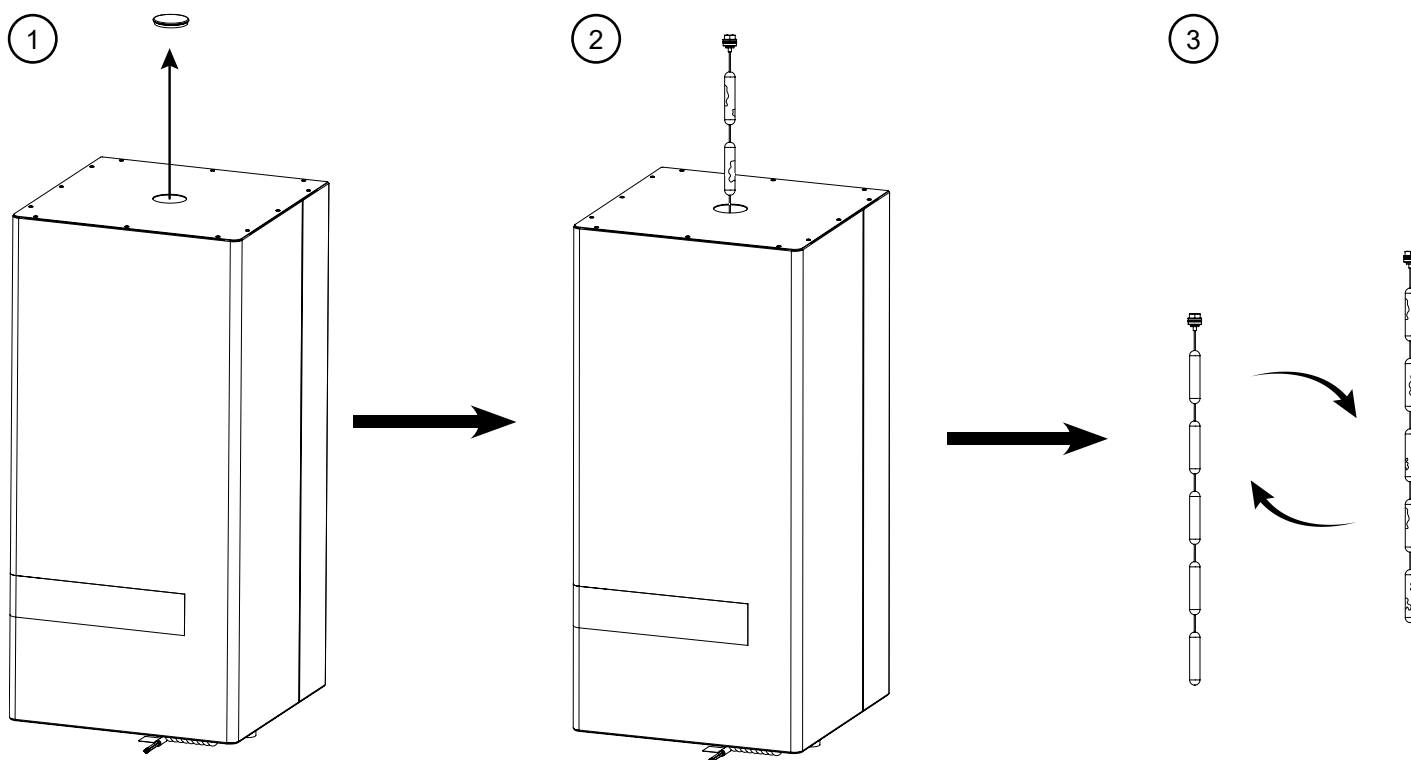

Fig.19 Udskiftning af magnesiumanoden i QMC 60.
Udskiftning af magnesiumanode i beholderen QMC60 (se Fig. 19)
trækker (Fig. 19 pos. 1).
4. Skru den brugte magnesiumanode ud ved hjælp af en topnøgle (Fig. 19 position 2).
5. Udskift magnesiumanodekæde med en ny (Fig. 19 position 3).